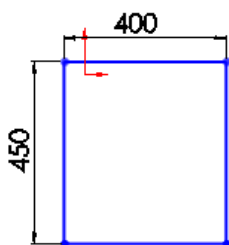

图 13-10 绘制矩形草图
(1) 绘制草图。单击“草图”工具栏中的“边角矩形”按钮，或执行“工具”→“草图绘制实体”→“矩形”菜单命令，在绘图区域绘制一个矩形，如图 13-10 所示，然后单击